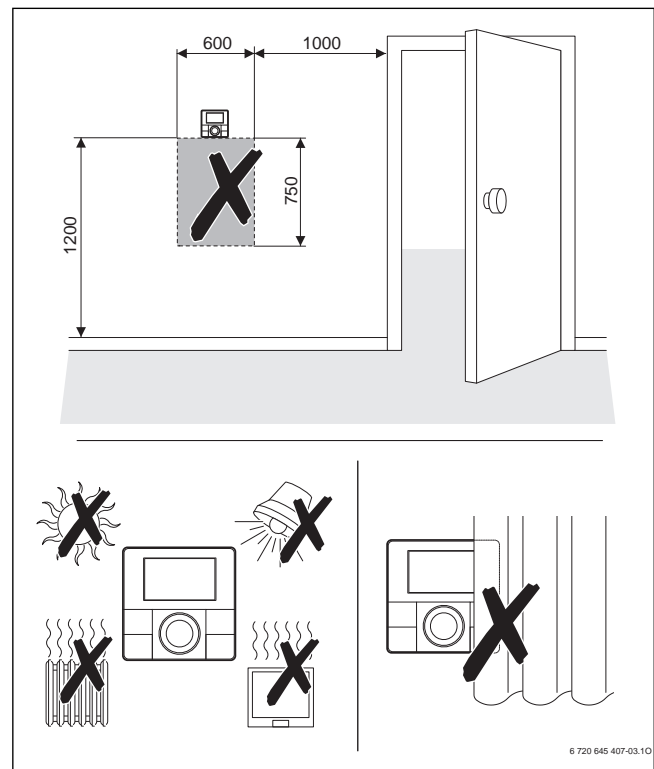

Bild 82 Position der Fernbedienung CR 10 im Referenzraum (Maße in mm)
- ▶ Fernbedienung für die raumtemperaturgeführte Regelung im Referenzraum installieren (→ Bild 82).